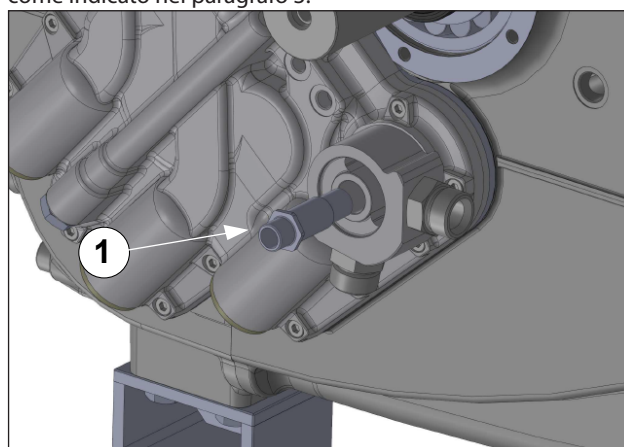

Fig. 130
Montare il gruppo adattatore scambiatore aria olio (pos. ①, Fig. 130) e tarare la vite di fissaggio con chiave dinamometrica come indicato nel paragrafo 3.